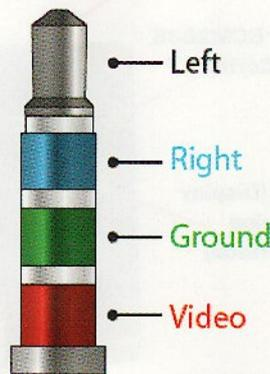

Figure 4 : brochage de la sortie vidéo. En gris la sortie audio gauche, en bleu la sortie audio droite, en vert la masse et en rouge la sortie vidéo.
- 1 sortie vidéo HDMI et A/V (le brochage est visible en figure 4) ;